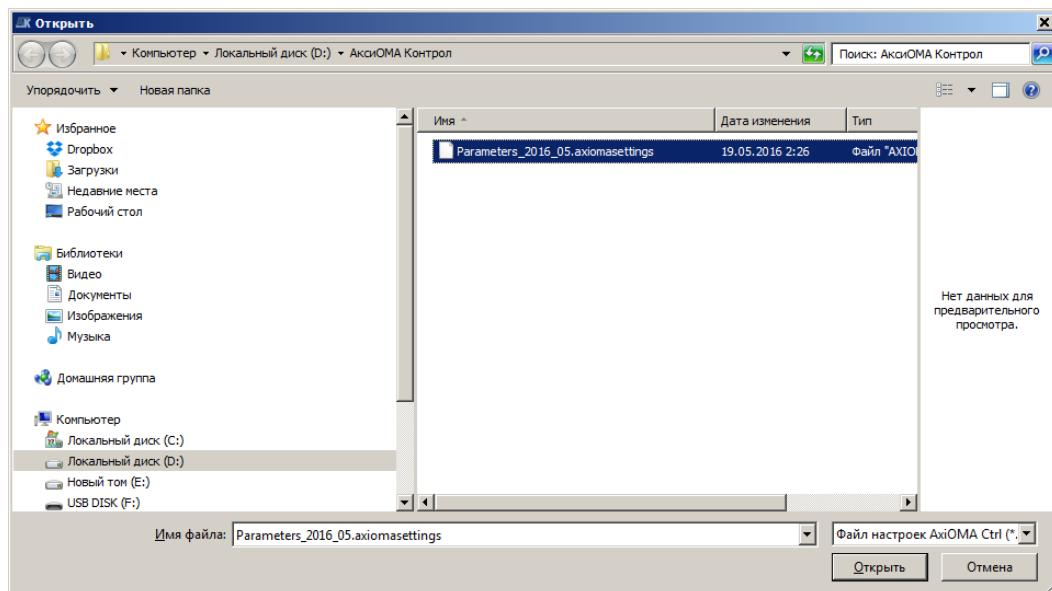

Рисунок 71 – Загрузка машинных параметров системы
4. Выбрать в диалоге файл с резервной копией параметров и нажать кнопку «Открыть» (Рисунок 71):